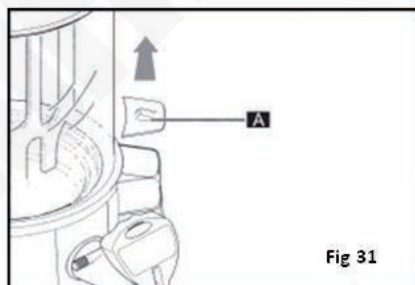

Fig 31
- Extraiga el tapón (A) (Fig. 31).